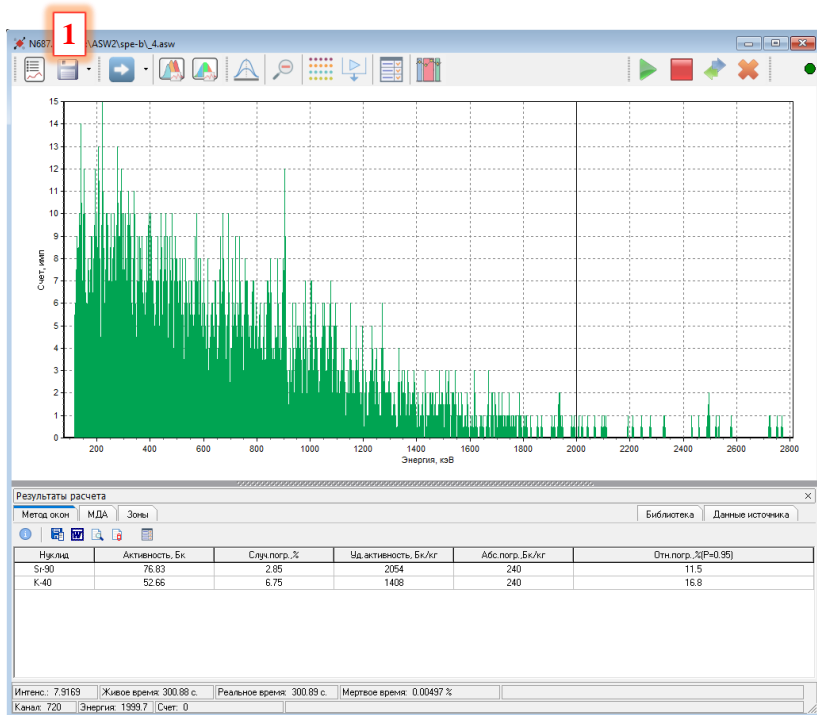

Рисунок 18. Результат обработки измеренного спектра методом окон: 1 – кнопка «Сохранить спектр».
10) вариант «Расчет (метод окон)». Программа обработает спектр методом окон и выдаст результат (рисунок 18).
6. Нажать кнопку «Сохранить спектр» (рисунок 18).